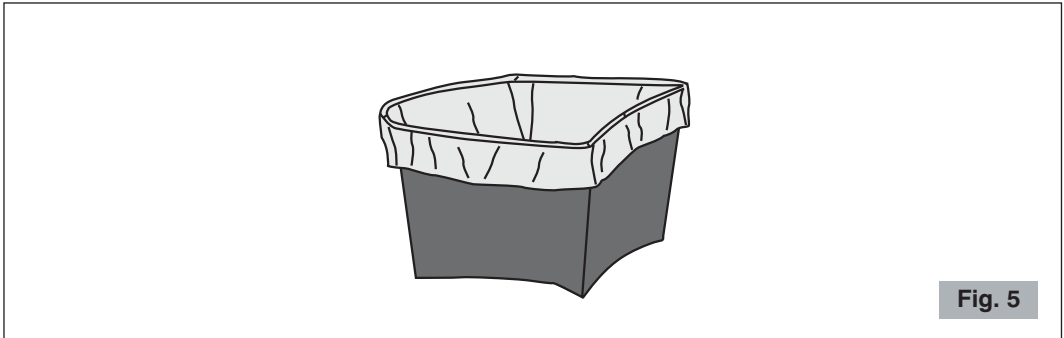

Fig. 5
**Sugerencia:** para reducir al mínimo las operaciones de limpieza, aconsejamos que se coloque una bolsita de plástico biodegradable dentro del contenedor de residuos doblando el borde de la misma hacia la parte exterior de dicho contenedor (véase Fig. 5). Utilizando este sistema, cuando se acaben las operaciones, se podrán tirar directamente los residuos en los contenedores para desechos húmedos.
**Sugerencia:** para reducir al mínimo las operaciones de limpieza, aconsejamos que se coloque una bolsita de plástico biodegradable dentro del contenedor de residuos doblando el borde de la bolsita hacia la parte externa de dicho contenedor (véase Fig. 5). Utilizando este sistema, al cabo de las operaciones se podrán tirar directamente los residuos en los contenedores de desechos húmedos.